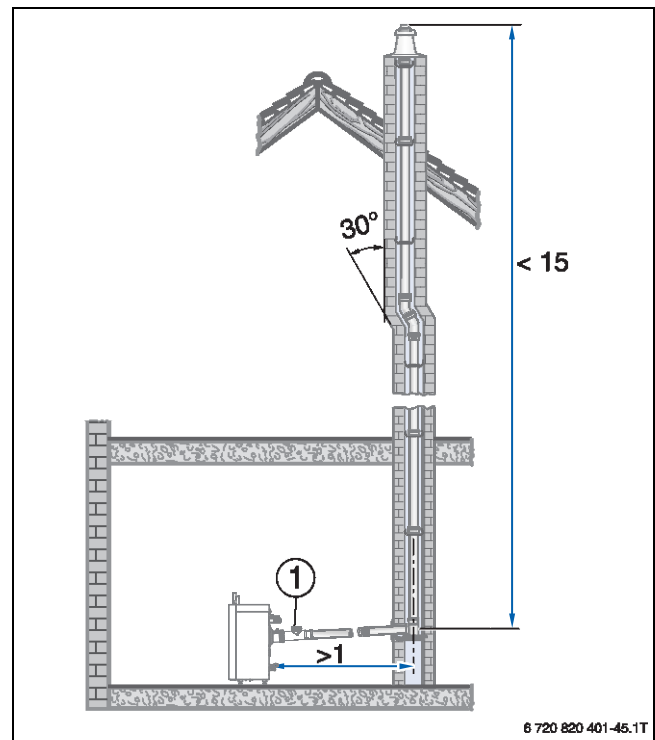
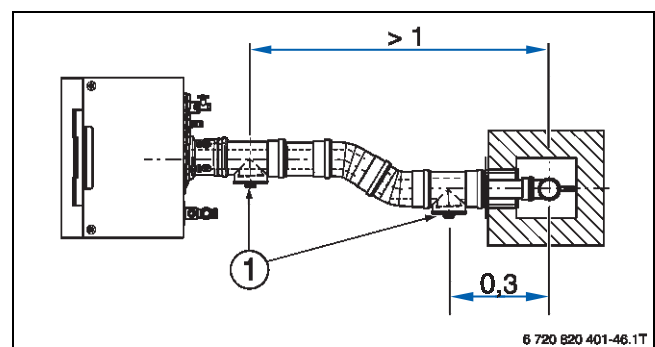
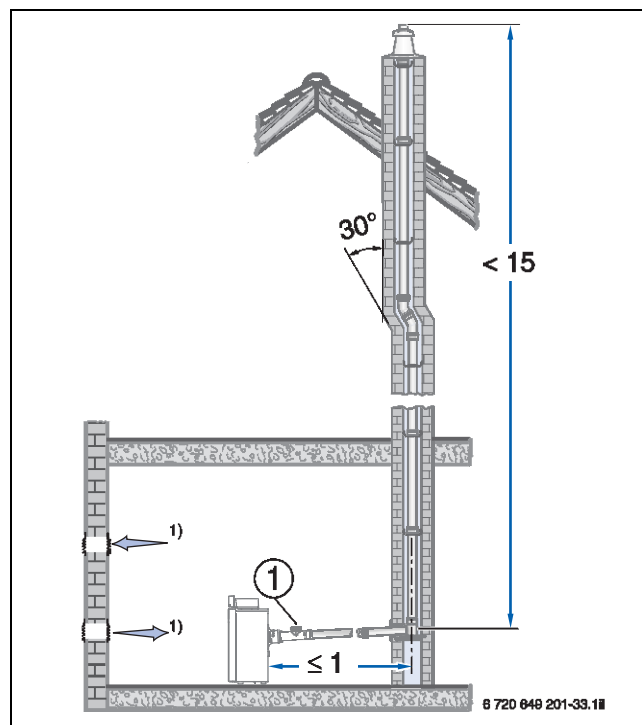

Bild 131 Beispiel: Anordnung der Prüföffnung ohne Umlenkung im Aufstellraum (Maße in m)
Bild 132 Beispiel: Anordnung der Prüföffnungen mit Umlenkung im Aufstellraum (Maße in m)
Bild 133 Beispiel zur Anordnung der Prüfföffnung bei einer waagerechten Abgasleitung ohne Umlenkung im Aufstellraum (Maße in m)
Gemäß DIN 18160-1 und DIN 18160-5 müssen Abgasanlagen für den raumluftabhängigen und raumluftunabhängigen Betrieb leicht und sicher zu überprüfen und gegebenenfalls zu reinigen sein. Hierzu sind Prüföffnungen einzuplanen (→ Bild 131 und Bild 132).
- An der Stirnseite im geraden, waagerechten Abschnitt der Abgasleitung höchstens 1 m von der Umlenkung in den senkrechten Abschnitt entfernt, wenn sich dazwischen keine Umlenkung befindet (→ Bild 131) **oder**
- Seitlich im waagerechten Abschnitt der Abgasleitung höchstens 30 cm von der Umlenkung in den senkrechten Abschnitt entfernt (→ Bild 132).
- die untere Prüföffnung nach DIN 18160-1 und 18160-5 ausgeführt ist (→ Bild 131 und Bild 132)
- die untere Prüfföffnung bei DN 160 und DN 200 entsprechend Bild 133 angeordnet ist,
- die untere Prüfföffnung nach DIN 18160-1 und 18160-5 ausgeführt ist (→ Bild 132 und Bild 133).